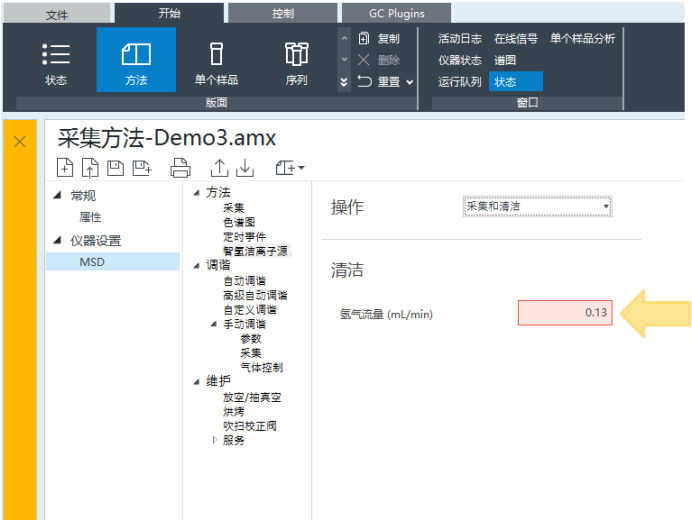

图 17 方法采集参数
- c 单击**智氢洁离子源**，然后从**操作**下拉菜单中选择**采集和清洁**。如果 MSD 未配置气流控制器，则无法使用此选项。（请参见图 17。）